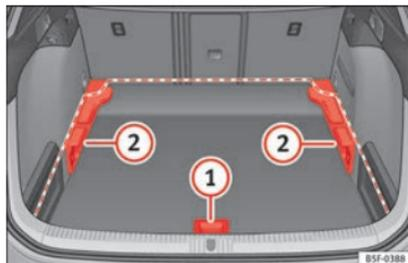
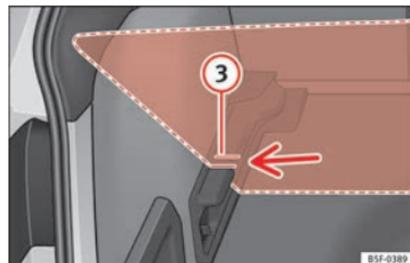

Abb. 136 Variabler Gepäckraumboden: Positionen.
Abb. 137 Variabler Gepäckraumboden: geigte Kerben.
- Heben Sie den Boden am Griffstück »» **Abb. 136** ① an und ziehen Sie ihn nach hinten, bis der vordere Teil vollständig über den Trägern ② liegt.
- Bewegen Sie den Boden darauf nun nach vorn bis an die Rücksitzlehnen heran und senken Sie den Boden mit dem Haltegriff ① ab.
» **Abb. 136** ① an und ziehen Sie ihn nach hinten, bis der vordere Teil des Bodens über den geneigten Kerben » **Abb. 137** ③ liegt.
- Bewegen Sie den Boden nun mithilfe des Griffstücks über diese Kerben ① bis an die Rücksitzlehnen heran, sodass der Boden schließlich auf den Kerben aufliegt.